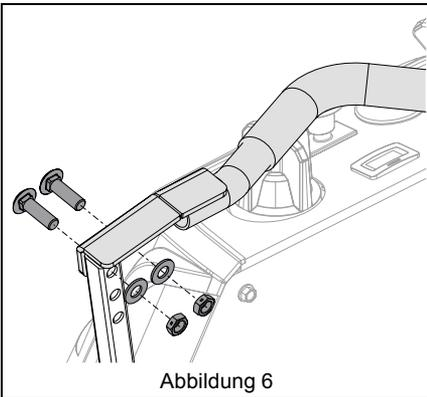

Abbildung 6
1. Die Befestigungsteile entfernen, mit denen die Steuerhebel an den oberen Stellarmen befestigt sind. Siehe Abbildung 6.